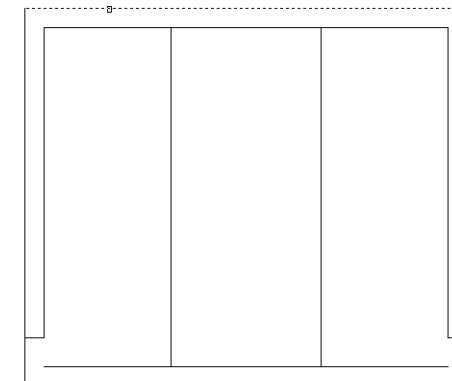

Рис. 2.18 ▼ Выбор верхней линии в качестве ограничивающего ребра
1. Запустите инструмент **Удлинить** (Extend), щелкнув на кнопке **Удлинить** (Extend) панели **Изменить** (Modify) или выбрав из меню команду **Изменить ⇒ Удлинить** (Modify ⇒ Extend) либо введя в командном окне команду **Удлинить** (EXTEND) или просто **у** (EX). В командном окне AutoCAD предложит вам выбрать ограничивающие ребра.
2. Выберите самую верхнюю горизонтальную линию (рис. 2.18) и нажмите **Enter**.